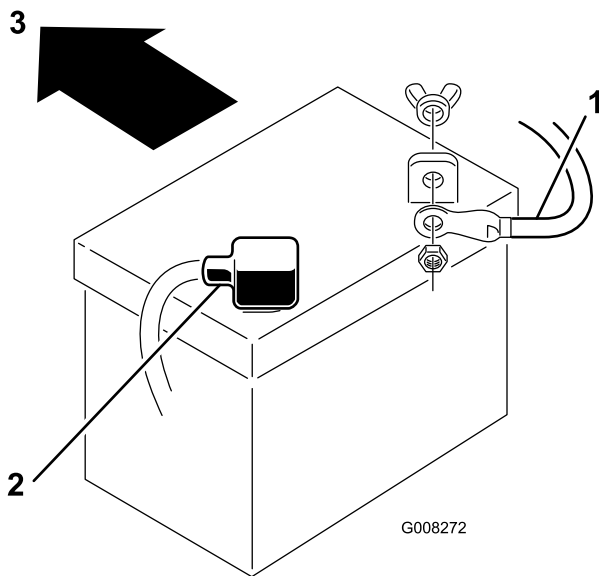

Bild 34
7. Klemmen Sie das Minuskabel (schwarz) vom Batteriepol ab (Bild 34).
9. Klemmen Sie das Pluskabel (Rot) vom Batteriepol ab (Bild 34).
1. Setzen Sie die Batterie in das Chassis ein. Die Batteriepole sollten zum Heck der Maschine zeigen (Bild 34).
3. Schließen Sie das Pluskabel (rot) mit der Schraube und der Flügelmutter am (+) Pluspol an (Bild 34). Schieben Sie die Gummiabdeckung über den Batteriepol.
4. Schließen Sie das (schwarze) Minuskabel mit der Schraube und Mutter am (-) Minuspol an (Bild 34). Schieben Sie die Gummiabdeckung über den Batteriepol.